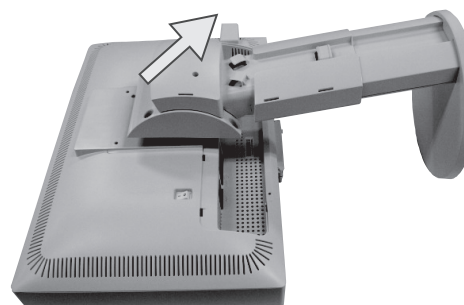

Abbildung M.4
5. Entfernen Sie den Monitorfuß (**Abbildung M.4**). Der Monitor kann jetzt auf andere Art montiert werden.